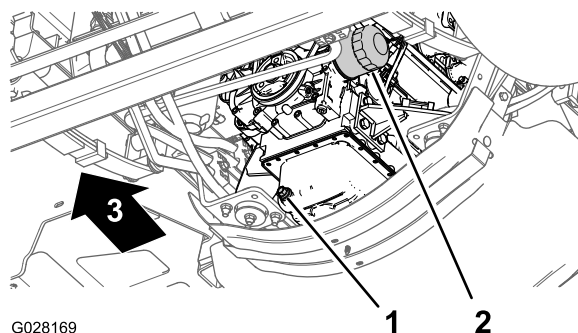

Figura 72
- Alinhe um recipiente de escoamento debaixo do filtro de óleo do motor (Figura 72).
- Retire o filtro do óleo antigo (Figura 72).
8. Instale um filtro do óleo no adaptador do filtro, rode o filtro de óleo no sentido horário até que a junta de borracha entre em contacto com o adaptador do filtro; em seguida, aperte o filtro mais ½ de volta (Figura 72).
1. Alinhe um recipiente de escoamento com o tampão de escoamento (Figura 72).
2. Retire o tampão de escoamento e deixe o óleo escoar completamente (Figura 72).